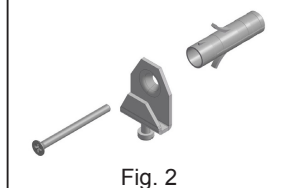

Fig. 2
- а) 2 выравнивающих крюка с креплением на клиновые анкера в комплекте (Рис. 2).